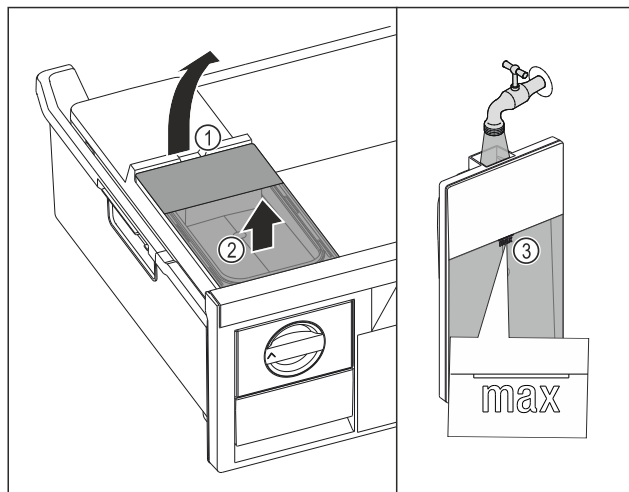

Fig. 110
- Поднимите бак для воды за выемку Fig. 110 (1).
- Извлеките бак для воды движением вверх. Fig. 110 (2)
- Наполните бак для воды питьевой водой до отметки Fig. 110 (3).